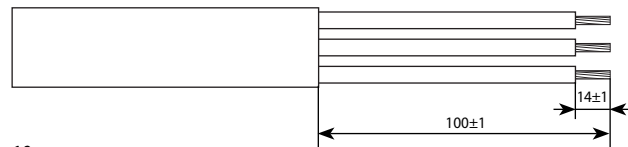
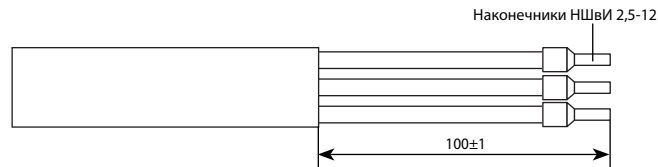

Рис. 10
Рис. 11
4.1.10. Подготовка установочного провода для подключения к питанию. Зачистить установочный провод согласно рис. 10, затем надеть наконечники штыревые НШВИ 2,5-12 и опрессовать, как показано на рис. 11.